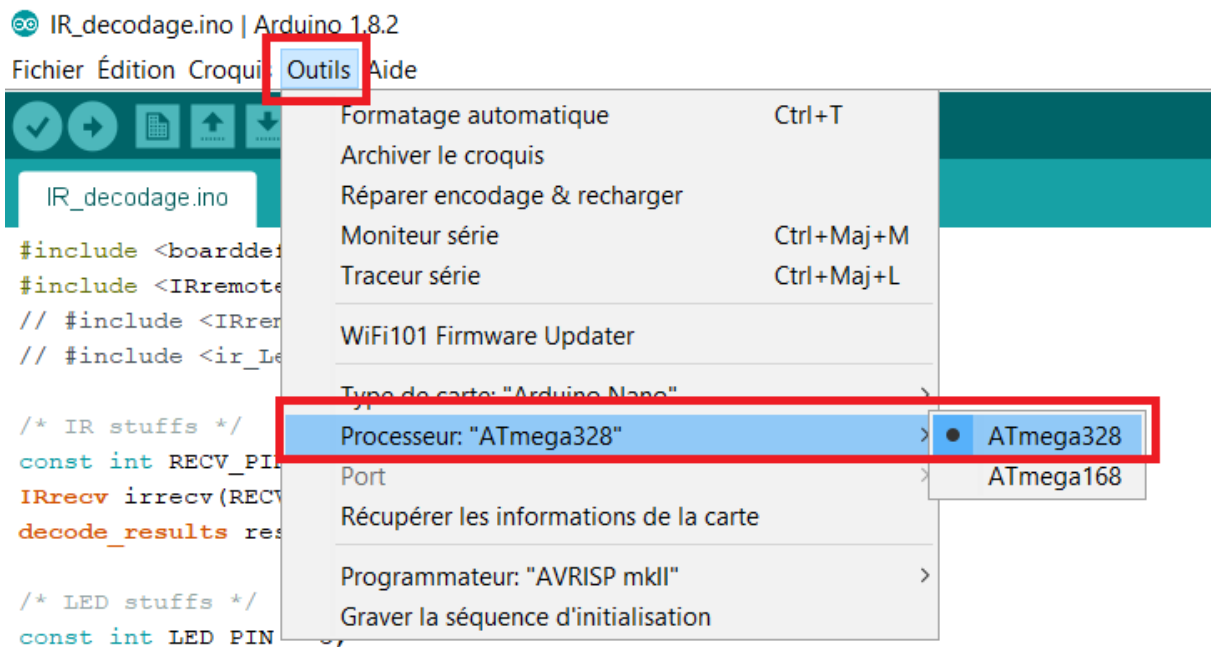

Fig. 4 – Choix du type de processeur sur le module Arduino.
2. aller dans *Tools* → *Processor* et choisir *ATmega328P* comme processeur (voir Figure 4).